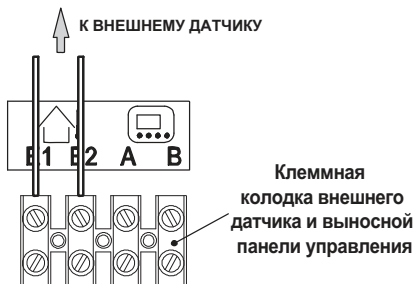

Рисунок 5.25
- Вставьте в зажимы E1 и E2 клеммной колодки два провода (см. Рисунок 5.25).